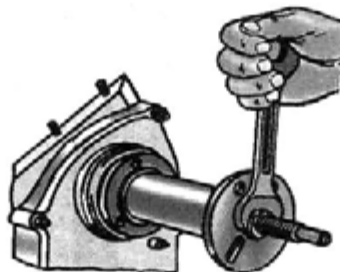

Рис. 4.1.67. Напрессовка ступицы шкива коленчатого вала с помощью приспособления 16-У-236817
- удалить центрирующую оправку и напрессовать ступицу шкива со шкивом-демпфером коленчатого вала (рис. 4.1.67);